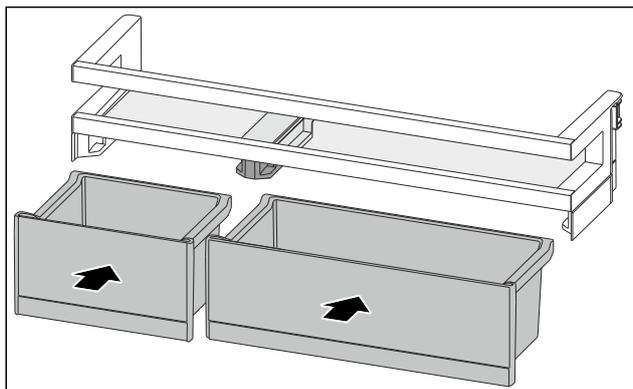

Fig. 117
- Installer les VarioBoxes dans l'agencement inverse. (voir Fig. 117)